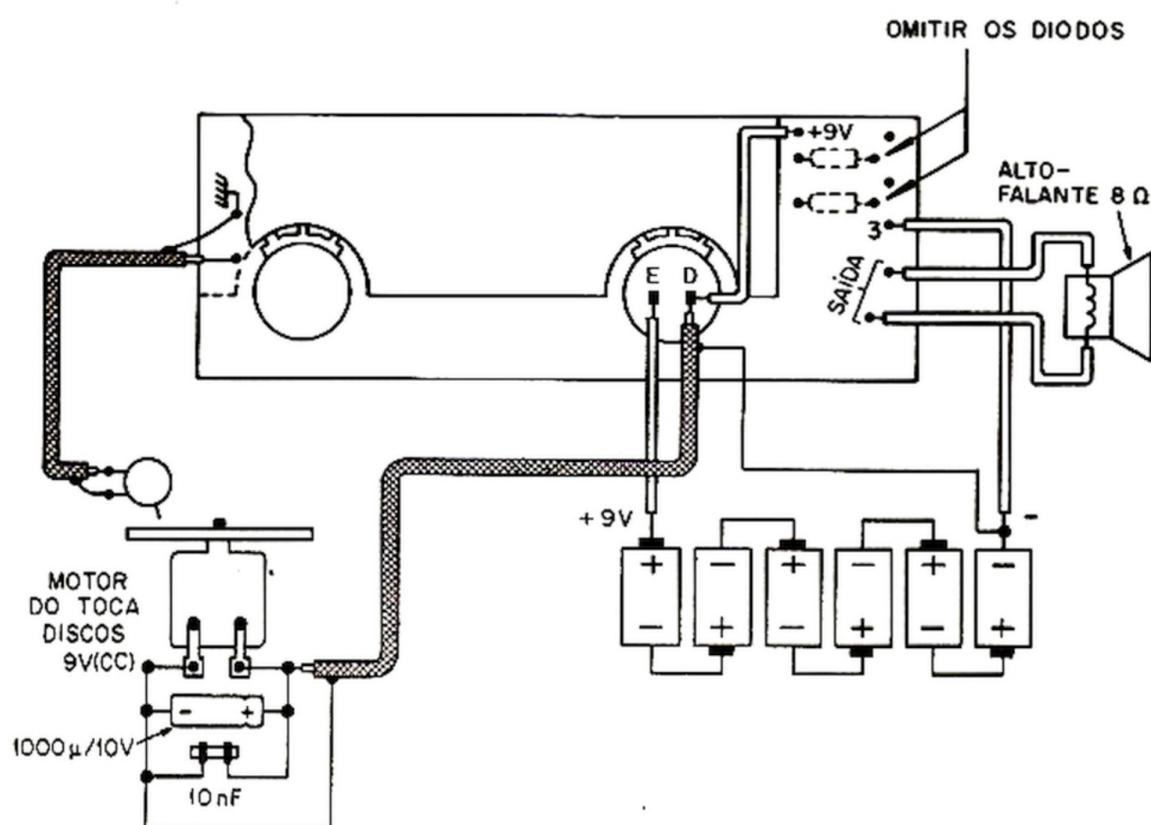

Figura 16 - Ligações externas
- B - SAÍDA:** Ligue o alto-falante (de 3,2 ohms ou de 8 ohms) aos terminais de saída (ver figura 16). Use fio duplo, paralelo, nº 18.
I - Alimentação exclusivamente através de pilhas. (guie-se pelo esquema ilustrado na figura 16).
na figura 16) da chave interruptora conjugada ao potenciômetro R_2 (contrôle de tonalidade). O comprimento do fio dependerá da posição final do compartimento das pilhas.
- 6 - Ligue o motor (que deverá ser de 9 V, CC) de acôrdo com a figura 16: terminal negativo, ao pólo negativo do conjunto de pilhas; terminal positivo, ao terminal "D" da chave interruptora. Use cabo blindado e isolado (cabo de microfone). A malha de blindagem deve ser usada para a ligação do pólo negativo.
- 7 - Ligue entre os terminais do motor os dois capacitores vistos na figura 16: um eletrolítico de $1.000\mu\text{F} \times 10\text{V}$ e um cerâmico tubular de 10nF . Faça ligações tão curtas quanto possível.